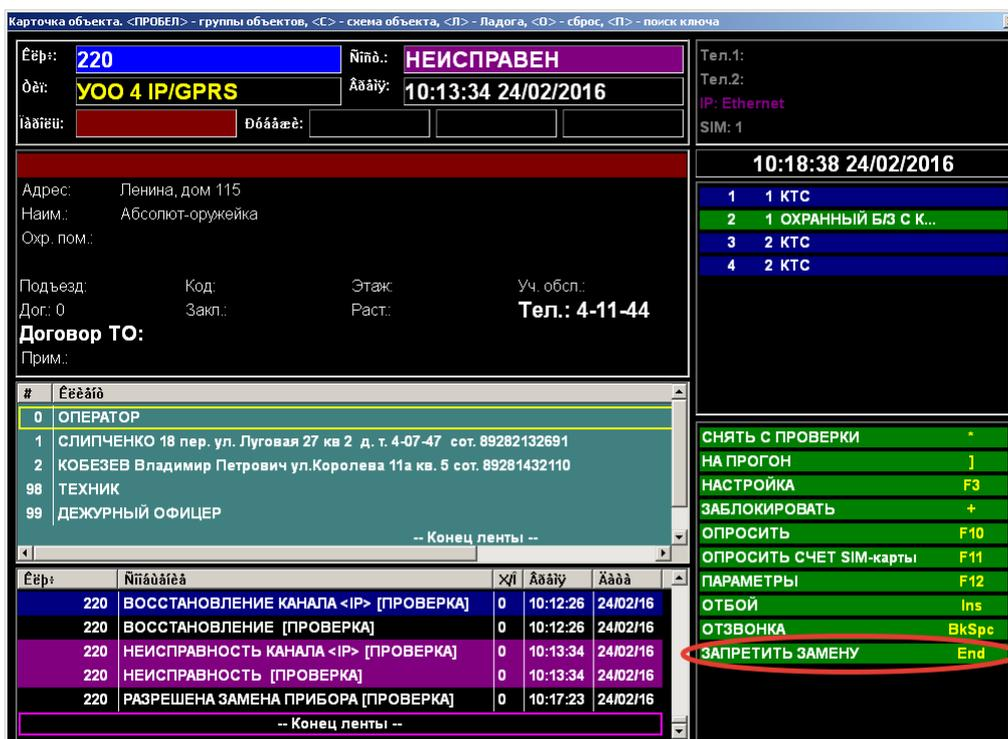

Рисунок 5.94. Пункт меню запрещения замены в карточке устройства
- В карточке объекта в Меню доступных операций выбрать операцию **Запретить замену** (рисунок 5.94).